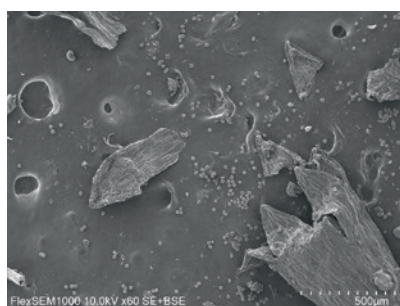
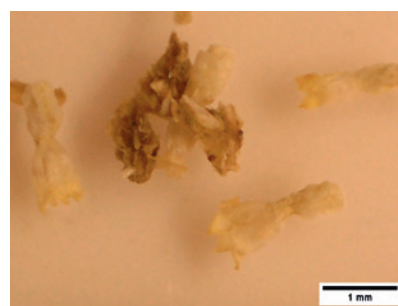

Abb. 2: Übersichtsaufnahme mit Pollen und Röhrenblüte
Abb. 3: Röhrenblüten aus Kamillentee – Aufnahme mittels Digitalem USB-Mikroskop
Abb. 3: QCM-D-Messungen der Bindungsaffinität des Polymer S und des Glykopolymers S+Lac20 mit Lektin (ECL). Links: Darstellung von Δf : Frequenzänderung und ΔD : Dissipationsänderung; Rechts: Massenadsorption pro Fläche; Adsorption von Polymer (II); ECL (Lektin) (IV); Polymer (VI); HEPES: Spülung mit Puffer (Phasen (I), (III), (V), (VII)); MilliQ: Spülung mit MilliQ-Wasser (VIII)
Abb. 2: Schematische Darstellung der Messung der Polymer-Lektin-Polymer-Bindung unter Verwendung eines Gold-beschichteten QCM-D Sensors (QSX301 von Biolin Scientific)
In der Übersichtsaufnahme (Abb. 2) lassen sich zudem Überreste der Röhrenblüten erahnen. Abbildung 3 zeigt zusätzlich eine Aufnahme des Tees bzw. der Röhrenblüten, erstellt mit einem digitalen USB-Mikroskop.